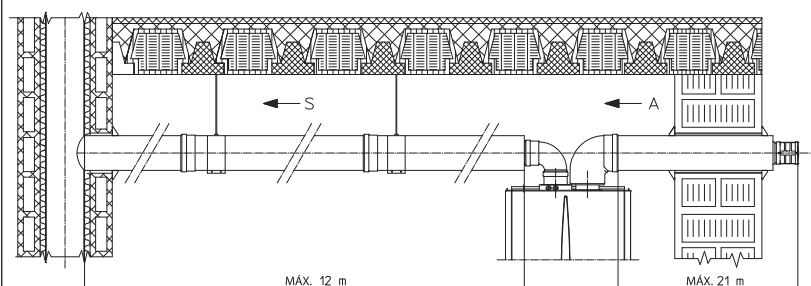

Fig. 1-31
- Pérdida de temperatura en los conductos de humos con aislamiento. Para evitar problemas de condensación de humos en el conducto de descarga Ø 80 con aislamiento debidos a enfriamiento a través de las paredes, es necesario *limitar la longitud del tubo de descarga a 12 metros*. En la figura (Fig. 1-31) se ha representado un caso típico de aislamiento, con conducto de aspiración corto y conducto de descarga muy largo (superior a 5 m). Todo el conducto de aspiración está aislado para evitar la condensación del aire húmedo del ambiente donde se encuentra la caldera cuando entra en contacto con el tubo enfriado por el aire procedente del exterior. Todo el conducto de descarga está